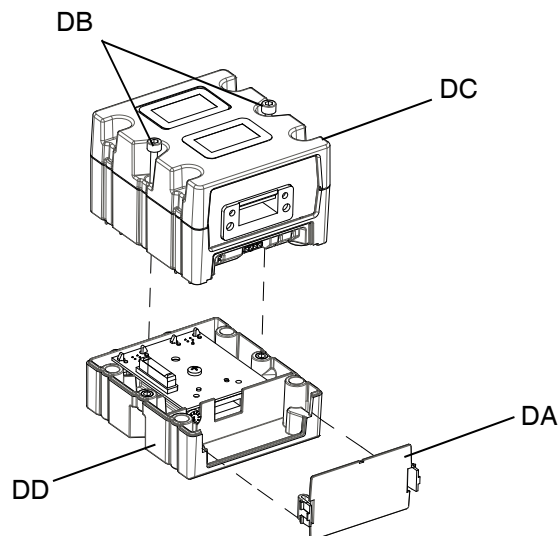

FIG. 52 : Démontage du CGM
4. Retirer le couvercle du CGM (DA). Desserrer et conserver les deux vis M5-0,8 x 45 mm (DB) et retirer le CGM (DC) de l'embase (DD). Voir la FIG. 52.
5. À l'aide des quatre vis de montage M4-0,7 x 20 mm comprises dans le kit, monter l'embase (DD) sur le support du CGM.
6. Remettre le CGM (DC) en place sur l'embase (DD) et le fixer avec les deux vis (DB) retirées et conservées à l'étape 4.
7. Refixer le capot d'accès (DA).
8. Débrancher le câble de l'ADM et le brancher à nouveau sur le CGM (DC).